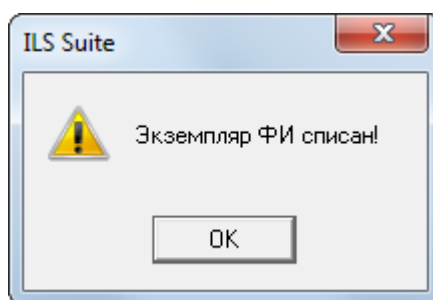

Рис. 22-35 – Информационное сообщение «Экземпляр ФИ списан»
7) Выводится информационное сообщение о том, что экземпляр ФИ списан (рис. 22-35).